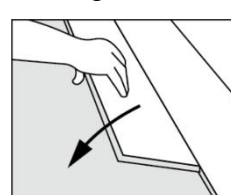

Figura 3
- Comience la segunda hilera con la pieza que se cortó de la primera hilera (**Figura 3**). Si la longitud de la pieza es menor de 20 cm (8 in), no utilice la pieza y comience la hilera con un nuevo tablón que tenga 20 cm de longitud como mínimo y que permita una distancia de 20 cm entre las uniones de los tabloncillos en la primera hilera.